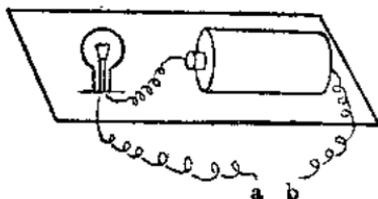

图 23
i. 制检验器 把一节大号干电池（电压 1.5V）跟一粒 2.2V 电珠串联好，并固定在小木板上，用漆包线或细胶质线把两极接出来，如果把 a、b 两端接触，接通电路电珠就能放光，如图 23。